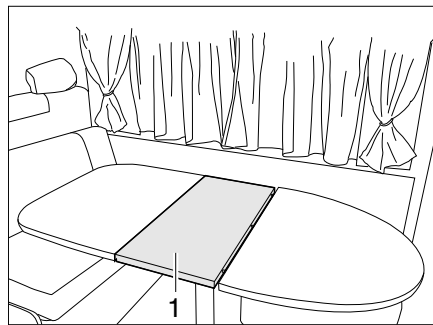

Bild 81 Festen Tisch vergrößern
- Die Tischplattenverlängerung (Bild 81,1) einsetzen.
- Die Tischplattenverlängerung (Bild 81,1) entnehmen und sicher verstauen.